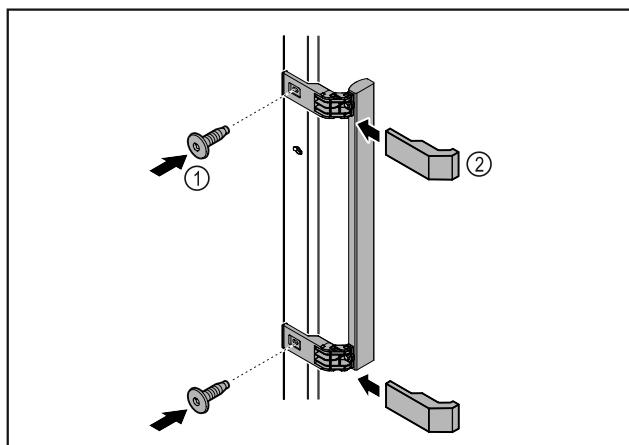

Fig. 7
- Pritvirtinkite rankeną iš priedų pridedamais varžtais Fig. 7 (1) prie durų.
- Uždékite dengiamają plokštelę Fig. 7 (2).